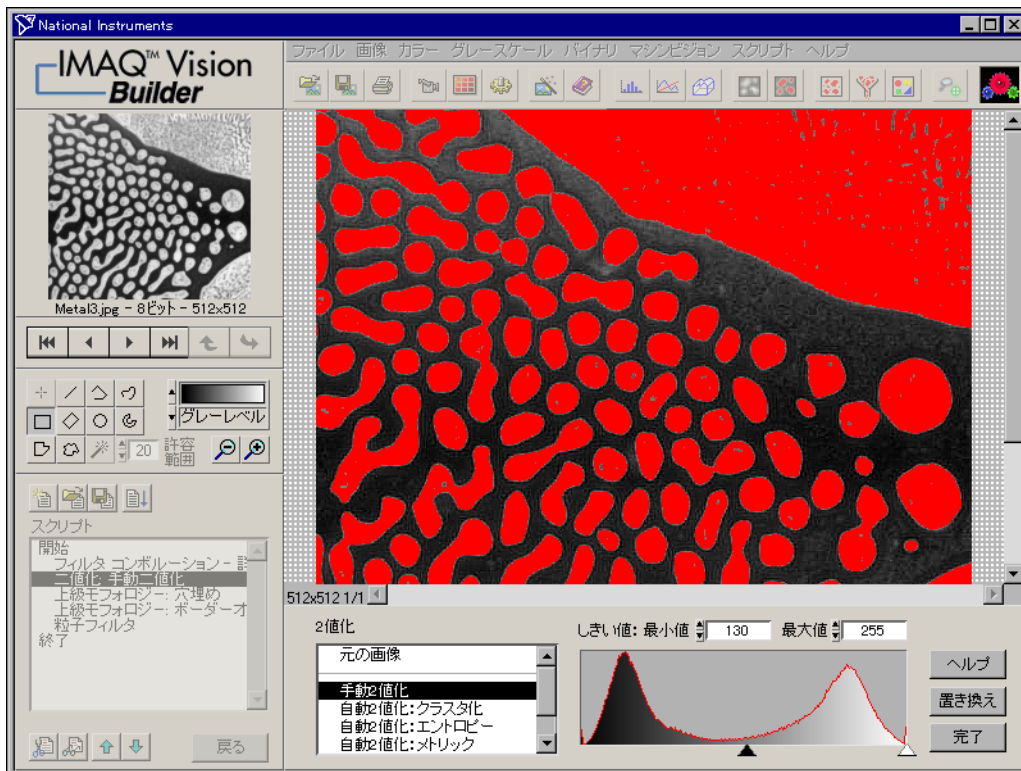

図 3-7 粒子解析スクリプトのテスト
5. スクリプトウィンドウの二値化ステップをダブルクリックして、二値化パラメータを開きます。図 3-7 は、スクリプトの二値化ステップでの Metal3.jpg です。